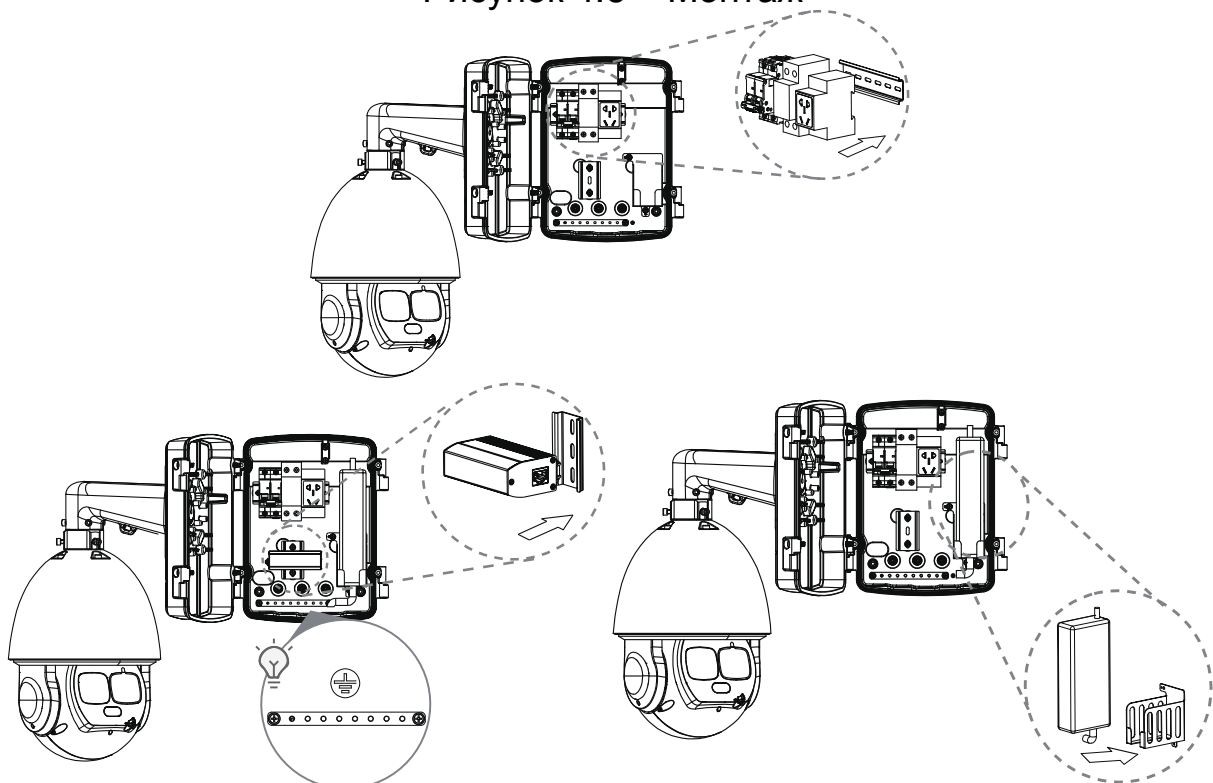

Рисунок 4.7 – Монтаж
5. В зависимости от видеокамеры выполните установку блока питания, соединительных разъёмов для «сухих» контактов и т.д. (Рисунок 4.7).